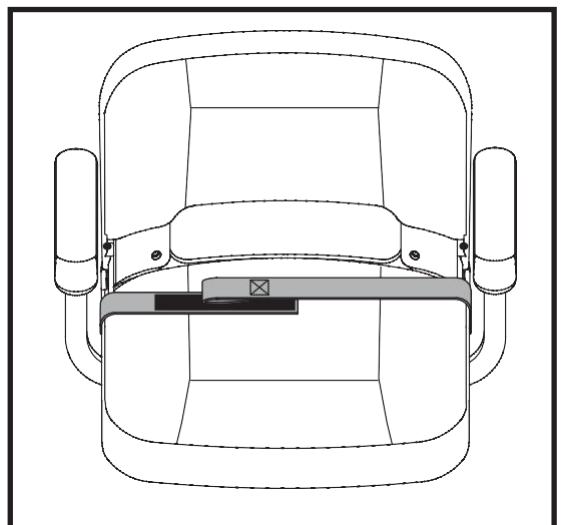

Figura 30. Cinturón de posicionamiento: estilo cierre de velcro adhesivo reutilizable
1. Alinee los dos lados del cinturón colocando el extremo de rizo directamente sobre el extremo más áspero («gancho») en la otra parte del cinturón. Presione con firmeza para sujetarlos. Ver Figura 30.